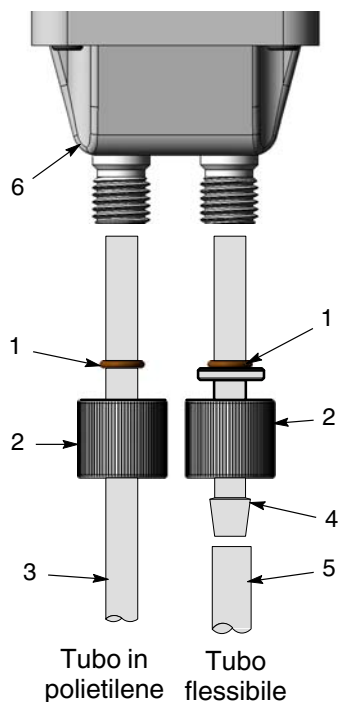

Figura 3-12 Installazione dei tubi della pompa Prodigy HDLV
1. Vedi figura 3-12. Togliere un dado di tenuta del tubo (2) e l'o-ring (1) dalla pompa.
2. Montare l'o-ring sull'adattatore del tubo (4), finché si trova in alto contro la flangia dell'adattatore.
3. Montare l'estremità dell'adattatore nel blocco antiusura (6).
5. Spingere il tubo polvere flessibile (5) sull'estremità scanalata dell'adattatore.
1. Vedi figura 3-12. Togliere un dado di tenuta (2) e l'o-ring (1) dalla pompa.
2. Infilare il dado di tenuta sul tubo in polietilene (3).
4. Spingere il tubo in polietilene nel blocco antiusura (6) finché tocca il fondo.